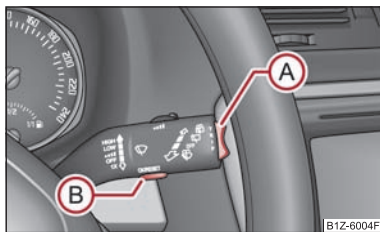

Fig. 19 Afășajul multifuncțional: Elementele de comandă
Comutarea între cele două memorii se face de la tasta (B) ⇒ pagina 19, fig. 19 din maneta de acționare a ștergătoarelor. ▶
Tasta basculantă **A** și tasta **B** se găsesc în maneta de acționare a ștergătoarelor de parbriz ⇒ fig. 19.
Când temperatura scade sub +4 °C, în fața valorii temperaturii apare simbolul unui fulg de nea (avertizare pentru polei) și se emite un semnal sonor de avertizare. După apăsarea tastei basculante **A** de la maneta de acționare a ștergătoarelor ⇒ fig. 19, se afășează funcția care a fost afășată ultima dată.
Pe ecran apare durata de deplasare de la ultima ștergere a memoriei. Dacă doriți să cronometrați timpul de deplasare de la un anumit moment înainte, trebuie să resetați memoria pe zero în acel moment, apăsând tasta **B** de pe maneta ștergătoarelor ⇒ fig. 19 mai mult de 1 secundă. ▶
Pe afișaj apare distanța parcursă de la ultima ștergere a memoriei ⇒ pagina 18. Dacă doriți să determinați kilometri parcursi de la un moment dat, ștergeți memoria în momentul în care doriți să înceapă calcularea; ștergerea memoriei se face de la tasta **(B)** ⇒ pagina 19, fig. 19 de la maneta de acționare a ștergătoarelor.
Pe afișaj apare viteza medie în km/h de la ultima ștergere a memoriei ⇒ pagina 18. Dacă vreți să determinați viteza mediu într-un anumit interval de timp, trebuie să ștergeți memoria cu ajutorul tastei **(B)** de la maneta de acționare a ștergătoarelor ⇒ pagina 19, fig. 19.
- Selectați punctul de meniu **avertizare la depășirea vitezei**, de la comutatorul **(A)** ⇒ pagina 19, fig. 19.
- Setati limita dorita de viteză, de la comutatorul (A), de exemplu 50 km/h.
- Confirmați limita de viteză setată de la comutatorul (B), sau așteptați 5 secunde până când setarea se memorează automat (valoarea nu mai clipește).